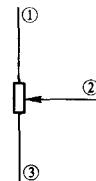

图 1-3 常见电位器标注符号
① 电位器。在电视机的电路中,常见电位器的结构有旋转式和直滑式两种,标注符号如图 1-3 所示。